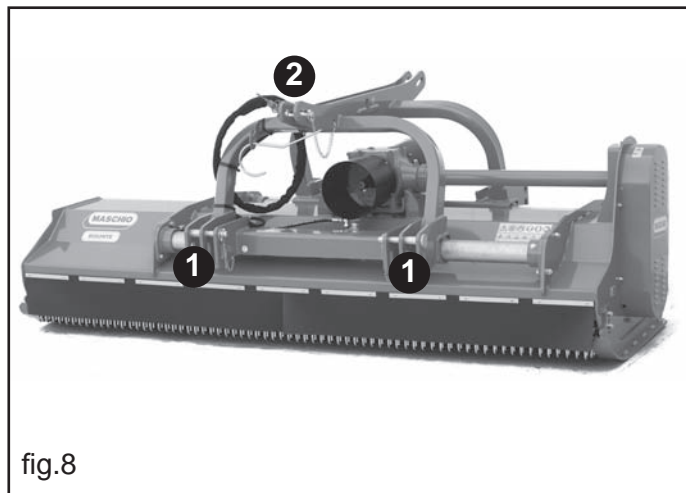
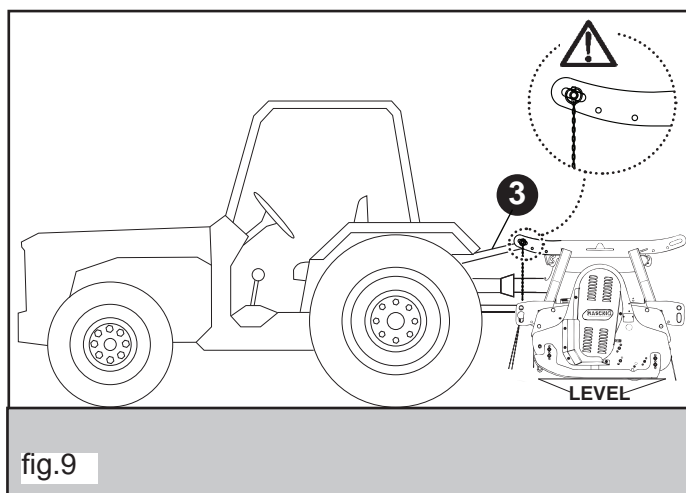
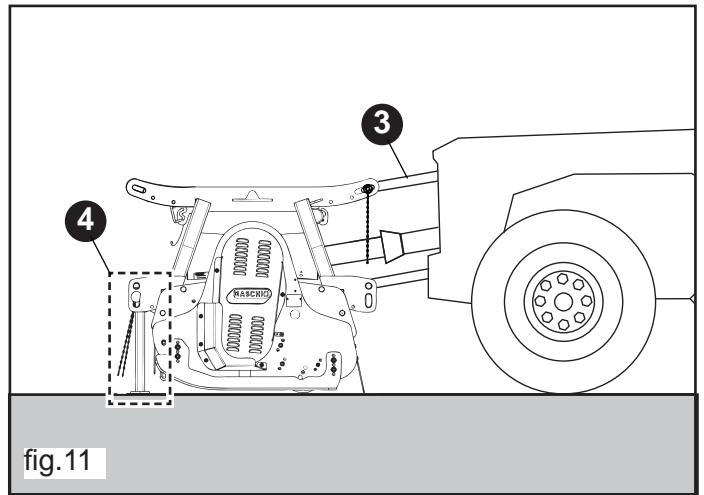
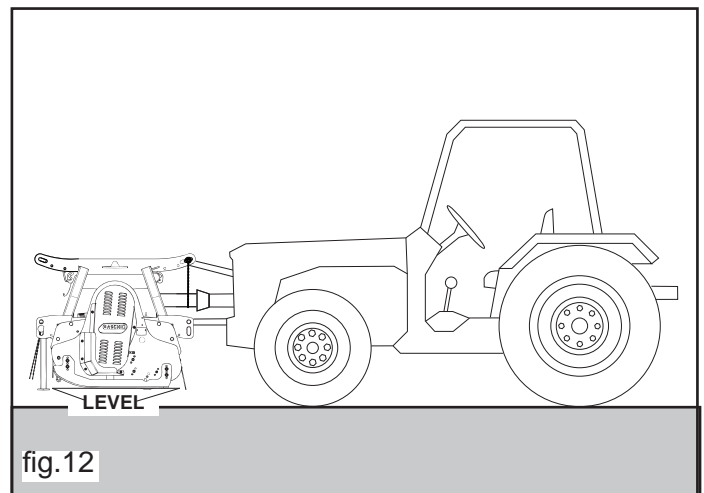

fig.8
fig.9
fig.11
fig.12
- 1) Die Hubvorrichtungstangen in die vorhandenen Bolzen einhängen (1, fig.8) und mit den Sicherheitssplints blockieren.
- 2) Den oberen dritten Punkt (2, fig.8) ankuppeln. Der Stift muß durch seinen Splint blockiert werden; mit der Einstellzugstange (3, fig.9) die Maschine senkrecht zum Boden ausrichten (fig.9).
Für die korrekte Benutzung des Geräts muss der Oberlenker des Traktors so eingestellt sein, dass das Bolzen sich in der Mitte des Langlochs befindet, wenn das Gerät vollkommen horizontal steht. (Fig. 9)
- 2) Den oberen dritten Punkt (2, fig.8) ankuppeln. Der Stift muß durch seinen Splint blockiert werden; mit der Einstellzugstange (3, fig.11) die Maschine senkrecht zum Boden ausrichten (fig.12).
Um die Regulierung des oberen Dreipunktbocks zu erleichtern, muss die Maschine von vorn unter Verwendung des Stützfußes gehalten werden. (4, fig.11)
Die Symbole haben folgende Bedeutung (zur Bezugnahme siehe Abb. 12):